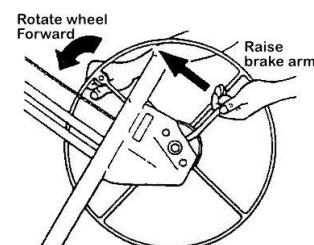

Figure 2
- a) Țineți roata troluiului și brațul de frână (Fig. 2).